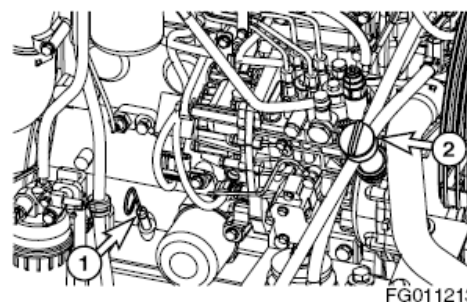

Figura 13
2. Retire la varilla de control (1, Figura 13) y quítele el aceite con un paño limpio.
5. Si el nivel de aceite está por debajo de la marca "LOW", añada aceite a través del tapón de llenado de aceite del motor (2, Figura 13).